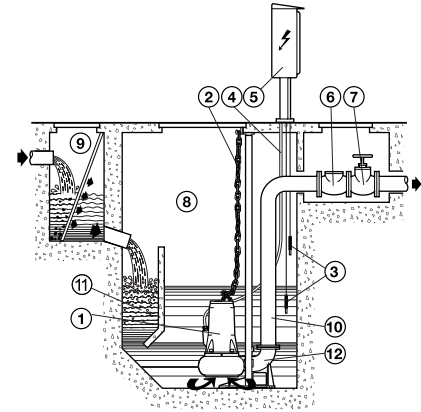

Abb. 6
- fest, mit Elektropumpe positioniert auf dem Stützfuss, festgemacht am Boden des Abflussschachtes oder Sammelbeckens (Abb.6).
5.2.2 FESTE INSTALLATION MIT AUTOMATISCHER ANKUPPLUNG AUF DEM STÜTZFUSS (ABB. 6)
Während des Betriebs sollte die Elektropumpe vollständig in der angesumpten Flüssigkeit eingetaucht sein. Für die Elektropumpen ohne integrierten Schwimmerschalter ist die Installation eines Kontrollsystems, mittels Sonde (Abb. 6), oder anderer Apparaturen, welche das Minimalniveau der Flüssigkeit garantieren und welche die Elektropumpe gegen einen Trockenlauf schützenden, erforderlich.